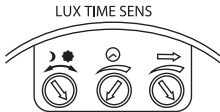

Рис. 3
1. Поверните ручку регулировки времени против часовой стрелки до минимума, поверните ручку «LUX» по часовой стрелке до максимума (солнце), поверните ручку регулировки чувствительности «SENS» по часовой стрелке до середины (рис. 3)